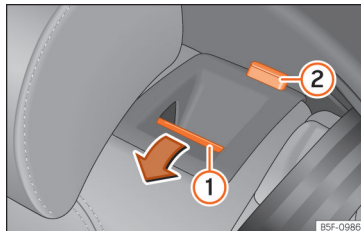

Abb. 123 Rücksitz: Rückenlehne vorklappen.
- Entriegelungstaste » Abb. 123 ① nach vorn ziehen und gleichzeitig die Rückenlehne umklappen. Die Rücksitzlehne ist entriegelt, wenn die rote Markierung des Tasters ② sichtbar ist.